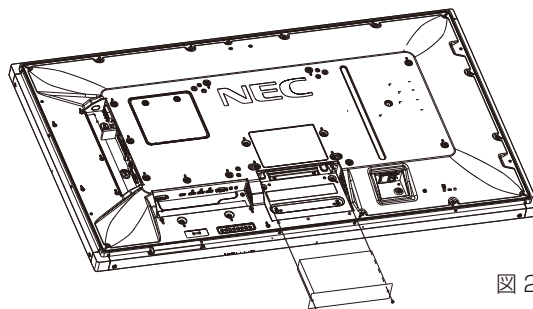

図2
5. オプションボードをセットします。取り外したネジで固定します(図2)。
スタンドポールは必ず2箇所を固定してください。(図2)